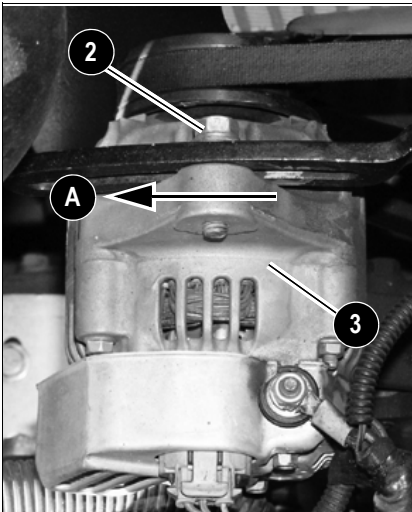

Fig. 96: Efterspænding af kileremmen
- ☞ Tryk vekselstrømsgeneratoren i pilens retning **A**, ved hjælp af et egnet hjælpemiddel, indtil den rigtige kileremsspænding opnås (fig. 96)